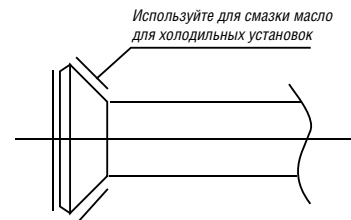

Рисунок 6-1
- ① Изгибайте трубы в соответствии с рекомендациями. Не допускайте их повреждения.
- ② Нанесите на поверхность развальцованной трубы и гаек масло для холодильных установок и заверните вручную, сделав 3–4 оборота перед затяжкой накидных гаек (см. рис. 6-1).
- ③ При соединении или разъединении труб необходимо использовать два гаечных ключа.